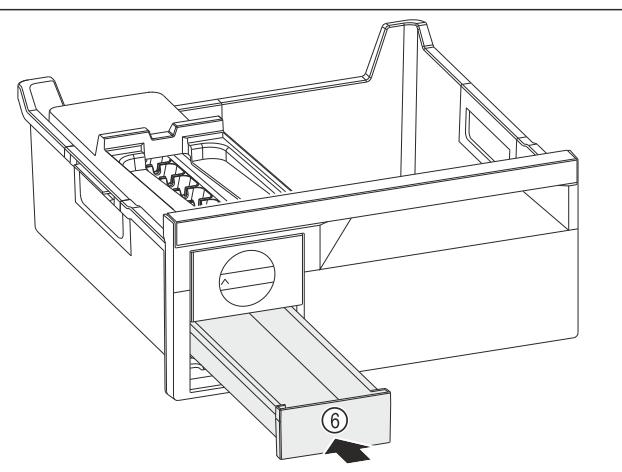

Fig. 96
- Встановіть форму для льоду Fig. 96 (6).